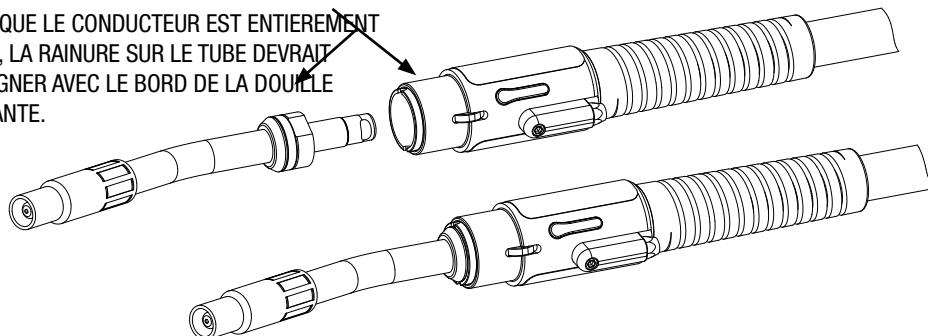

Figure 3: Installation du Tube Conducteur
6. Enfoncer le tube conducteur jusqu'à ce que la vis d'arrêt puisse enfoncer le bouchon arrière du tube conducteur dans sa position verrouillée de fonctionnement. Le tube conducteur comporte une rainure de positionnement usinée sur son pourtour arrière. Cette rainure est au ras du boîtier avant lorsque la mise en place est correcte comme illustrée sur la Figure 3.